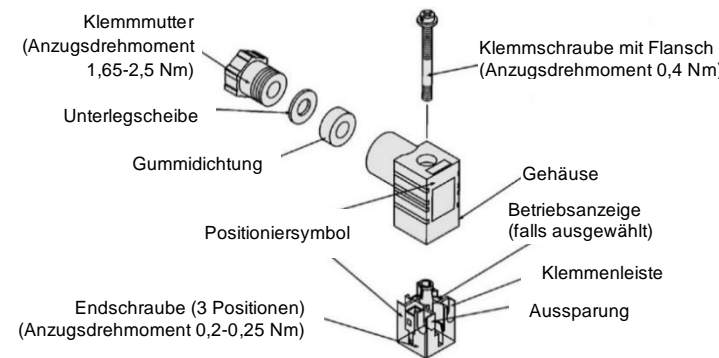

Abb. 7. Konstruktion der DIN-Steckdose JSX10
- Ziehen Sie die Schrauben und Anschlüsselemente gemäß Abbildung 7 oder 8 fest.